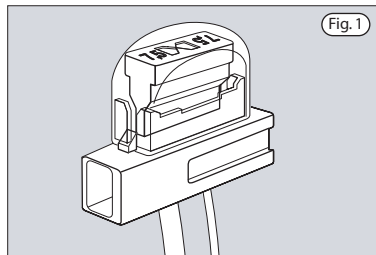

Fig. 1
- Retirer le couvercle 2 (fig. 1) et le joint 3 (fig. 1).
- Die Schrauben des Deckels des Bremsflüssigkeitsbehälters 1 (Abb. 1) mithilfe des Multifunktionswerkzeugs entfernen.
- Den Deckel 2 (fig. 1) und die Dichtung 3 (fig. 1) entfernen.
- Destornillar los tornillos de la tapa del tanque líquido frenos 1 (fig. 1) utilizando el útil multifunción.
- Quitar la tapa 2 (fig. 1) y el empaque 3 (fig. 1).
- FRENO ANTERIORE: effettua il controllo visivamente sul freno (fig. 1).
- **Regola il gioco agendo sul registro 1 (fig. 1) che si trova sotto l'estremità posteriore della trasmissione.**
- FRONT BRAKE Check the brake visually (fig. 1).
- **Adjust the play by acting on register 1 (fig. 1) located under the rear end of the transmission.**
- FREIN AVANT: effectuer le contrôle visuel du frein (fig. 1).
- Régler le jeu en agissant sur le dispositif de réglage 1 (fig. 1)
- VORDERRADBREMSE: führe eine Sichtkontrolle der vorderradbremse aus (Abb. 1).
- FRENO DELANTERO: efectuar el control visualmente en el freno delantero (fig. 1).
• Regular el juego actuando sobre el registro 1 (fig.1) que se encuentra debajo del extremo trasero de la transmisión.